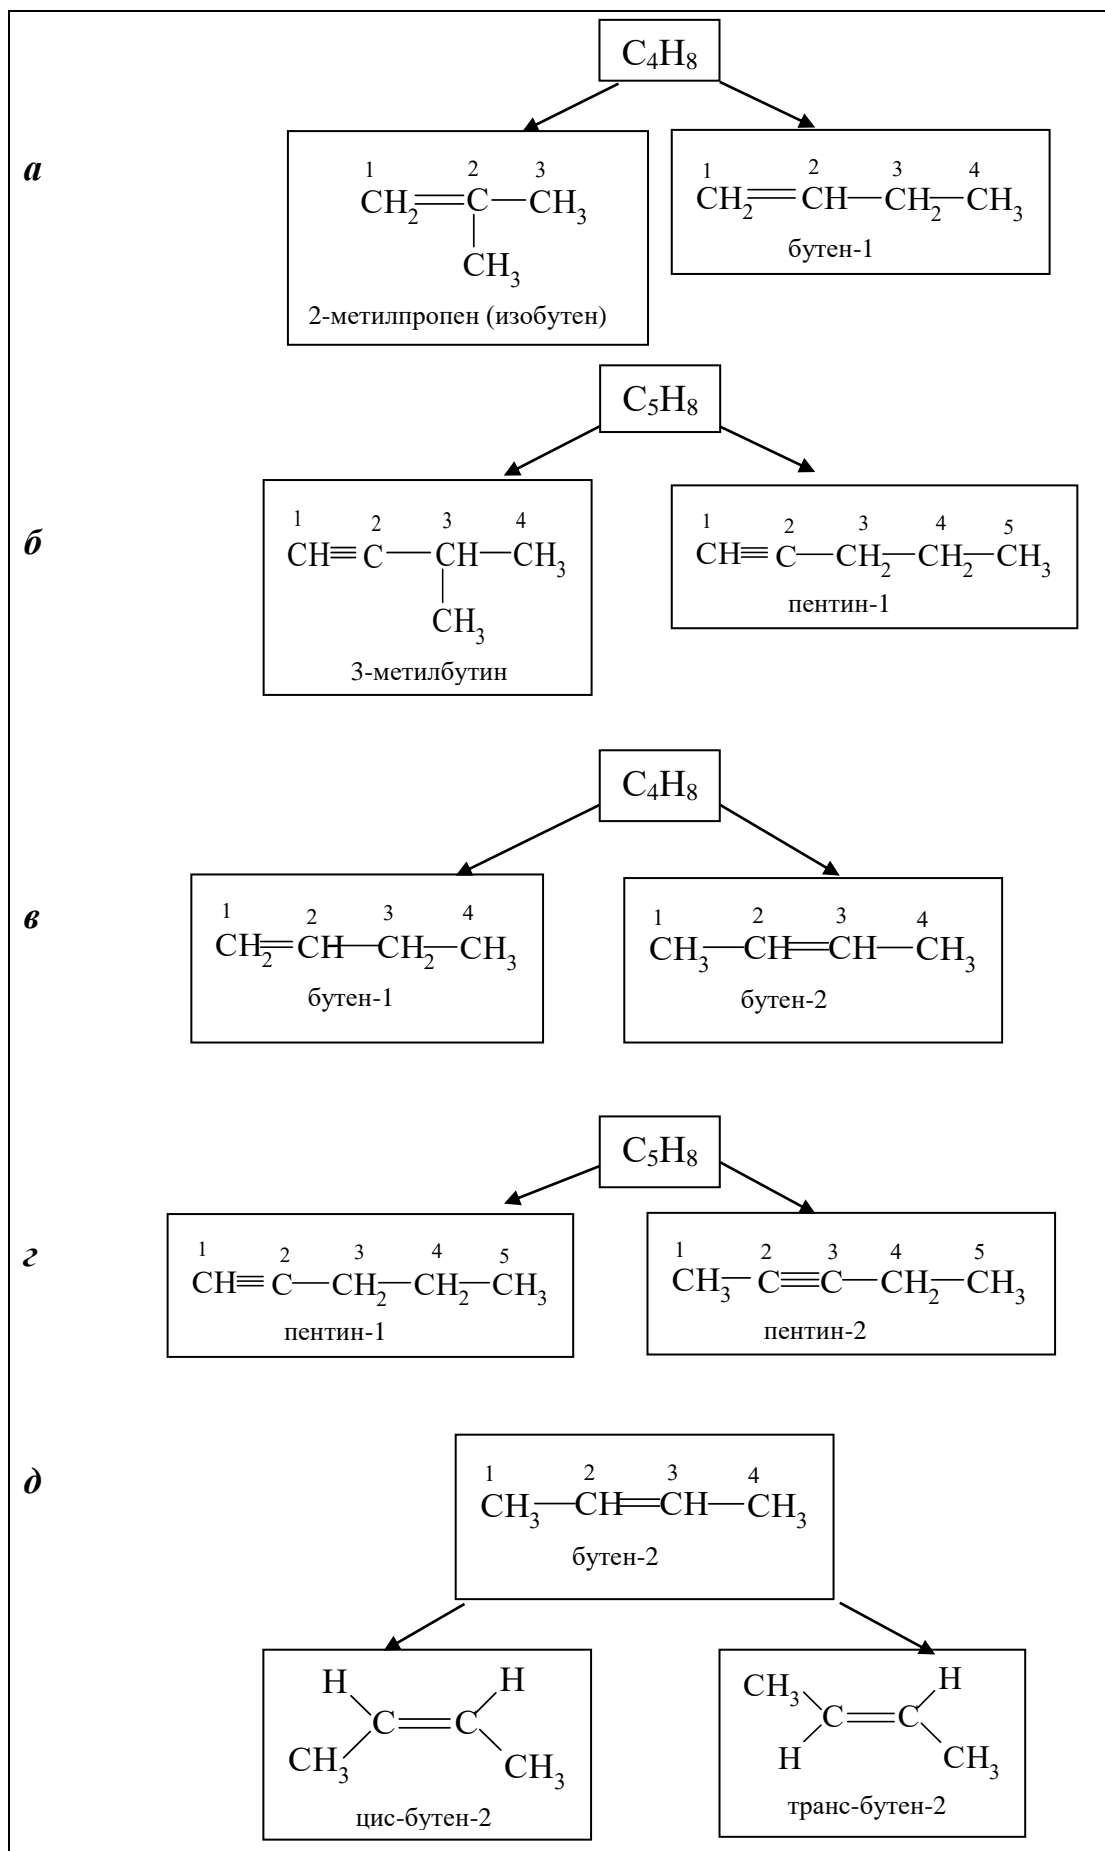

Рис. 2.4. Изомерия алкенов и алкинов
- 1) изомерия углеродного скелета (рис. 2.4, а, б);
- 2) изомерия положения кратной связи (рис. 2.4, в, г).
Для этиленовых углеводородов возможна и пространственная изомерия (рис. 2.4, д).